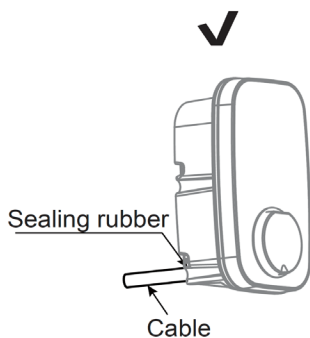

Abb.7
- Option 2: Hintere Einführung: Das Kabel wird durch die hintere Öffnung eingeführt und mit der Gummidichtung abgedichtet. Abb.7